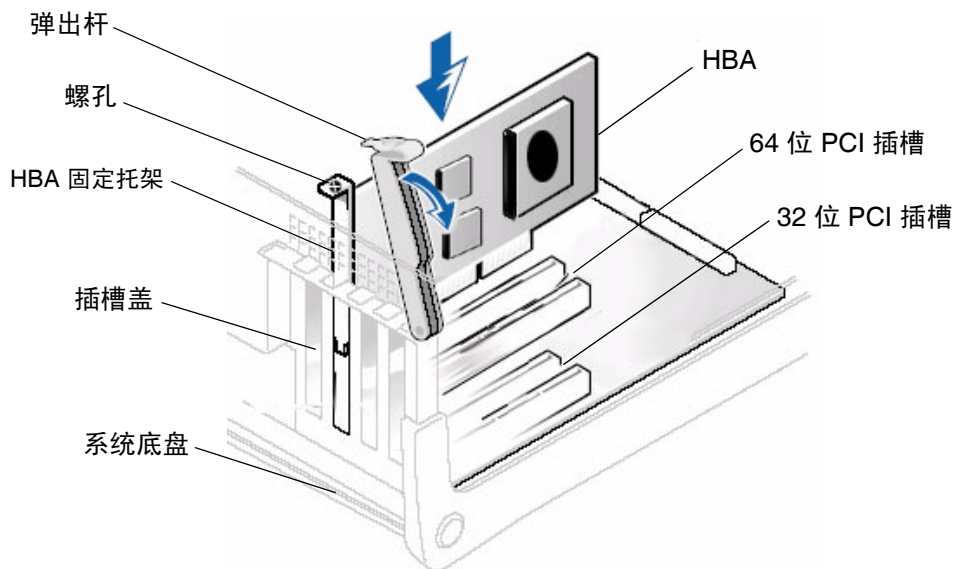

图 3-2 安装单端口和双端口 HBA
6. 将 HBA 插入空的 PCI 或 PCI-X 插槽。用力下压适配器，直到它完全固定。请参见图 3-2。
注 - 图 3-2 是典型安装，可能与您的安装不同。